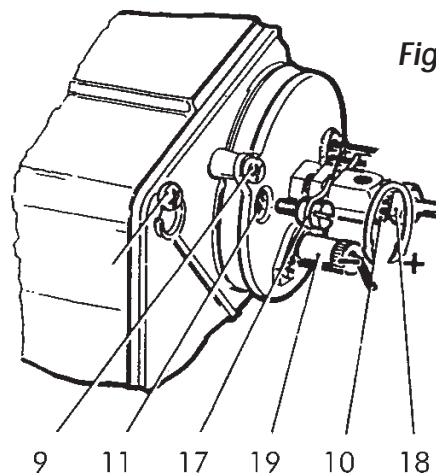

Fig. 8
- Efectuati rearmarea apasand butonul (20).
- Reglati flacara actionand corespunzator asupra reglajului aerului cu ajutorul surubului (13) si rozeta (12), ca si prin avansarea sau retragerea suportului port-duza (10); pentru aceasta din urma, actionati asupra surubului (17).
- Se recomanda avansarea suportului "+" pentru debite ridicate sau apropiate de debitul maxim si retragerea lui "-" pentru debite reduse (vezi fig. 8).
**NOTA:** Daca arzatorul nu porneste, controlati daca pompa este amorsata; in caz contrar, procedati manual, desuruband surubul racordului de manometru (27) si strangandu-l la loc in momentul cand combustibilul incepe sa curga prin orificiul de iesire. Pentru tipul OIL 4PR cu preincalzirea arzatorului, faza de pre-ventilatie incepe dupa 60 secunde de la cuplarea curentului electric (timp necesar pentru preincalzirea duzei).